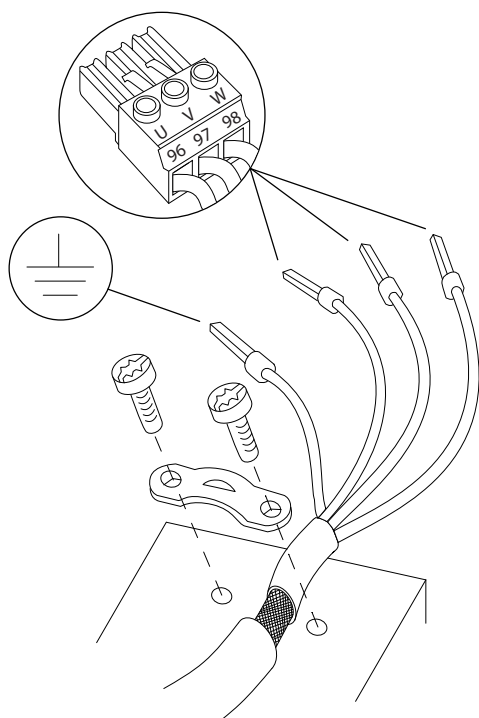

Abbildung 4.5 Motoranschluss
- Schließen Sie das Erdungskabel gemäß den Erdungsanweisungen in *Kapitel 4.3 Erdung*, siehe *Abbildung 4.5* an die nächstgelegene Erdungsklemme an.
- Schließen Sie die 3 Phasen des Motorkabels an die Klemmen 96 (U), 97 (V) und 98 (W) an (siehe *Abbildung 4.5*).